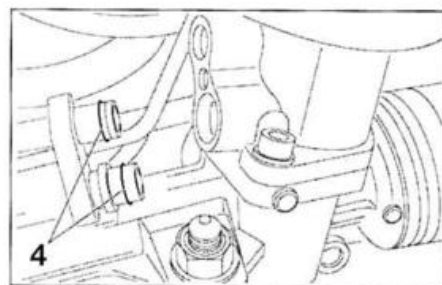

FIG. 20
- Colocar juntas (4) nuevas (fig. 20).